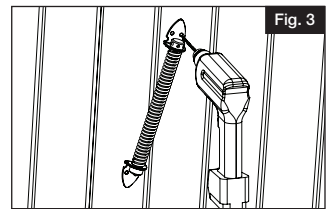

Fig. 3
- a. Drill a 9/64" pilot hole through post and gate (Fig. 3).
- Percer un avant-trou de 9/64 po (3,6 mm) à travers le poteau et la barrière (Fig. 3).
- Taladre un agujero guía de 9/64" a través del poste y el portón (Fig. 3).